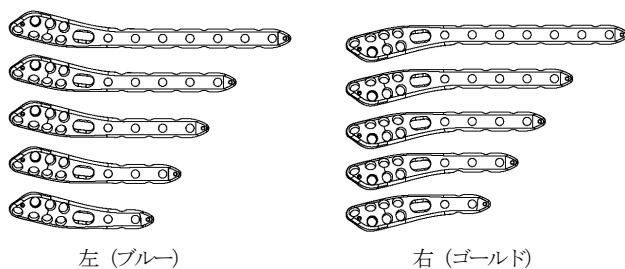

図1
- 骨折部の整復後、トライアルを用いてプレートのサイズ（骨幹部の穴数）を決定します。（図 1）